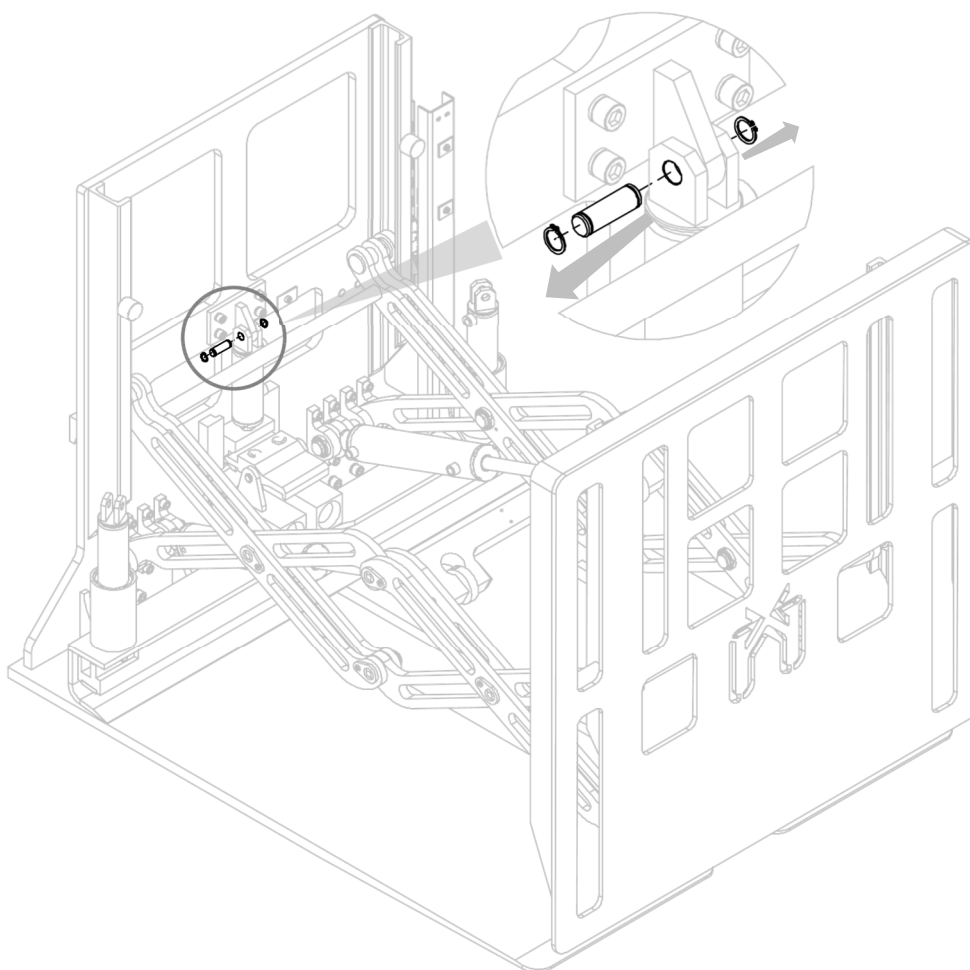

Figura 29
2. Extraer el perno (después de retirar los anillos elásticos que lo bloquean) que sujeta el cilindro al correspondiente enganche atornillado (ver *Figura 29*).